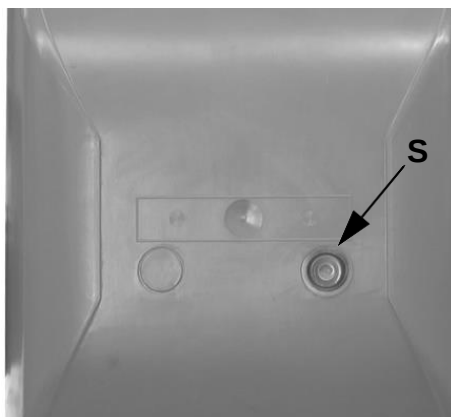

Fig. 37
- Vergewissern Sie sich, dass der Schaltkasten nicht ausgeschaltet ist, und entriegeln Sie ihn gegebenenfalls mit dem Entriegelungsknopf S auf dem Brennerdeckel (siehe Abb. 37).
S	Reset-Taster (Abb. 37)